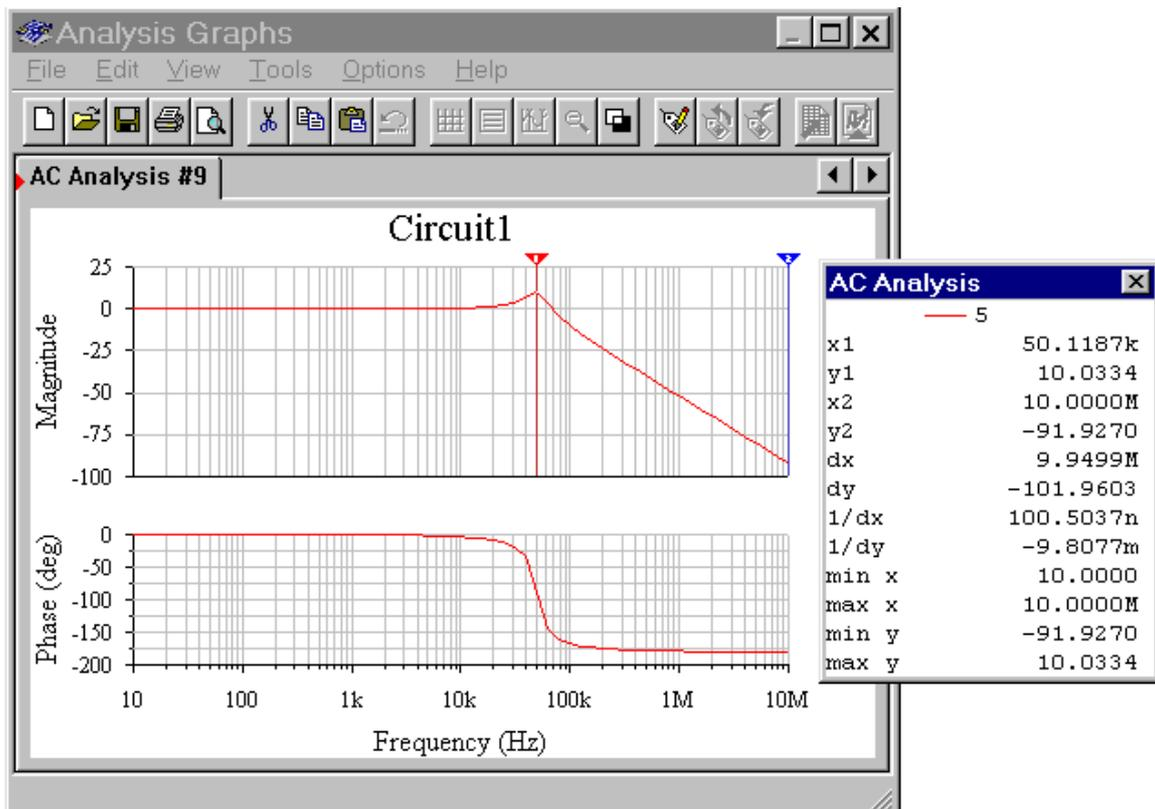

Fig. 25 Resultado de la simulación con “AC Análisis”
- Cuando ya se han seleccionado los parámetros se tiene que activar “Simulate”, para empezar la simulación. La pantalla que nos aparecerá será como la de la Fig. 25.